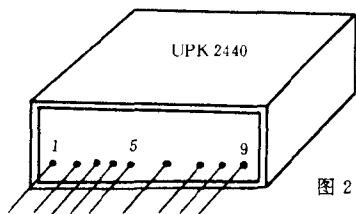
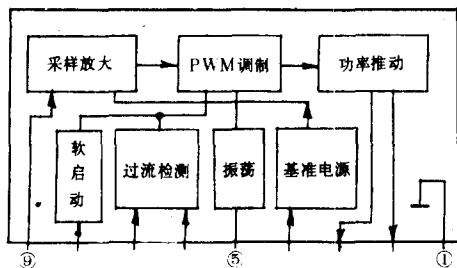

图 2
图 3
1. 控制电路: 采用一片 UPK2440DC/AC 新型专用电路控制,性能稳定,其外形引脚见图 2,内部原理框图见图 3。只要在⑤脚对地接入一只 10K 左右电阻,